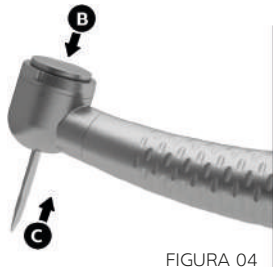

FIGURA 04
2. Pressionar a tampa da cabeça (B) e introduzir a broca (C) até dar batente no fundo da pinça (FIGURA 04);